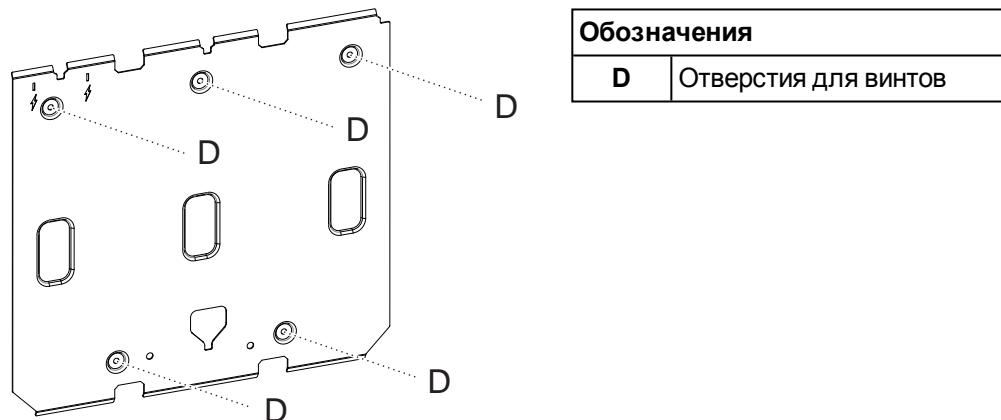

Рис. 4-7: Разметка отверстий
2. Через пять отверстий для винтов с потайными головками (D) отметьте положения отверстий на монтажной поверхности (Рис. 4-7) и просверлите отверстия.